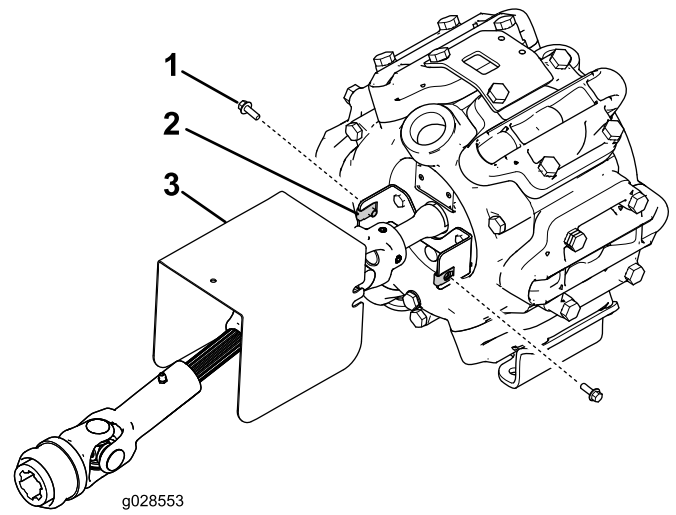

Bild 5
- 7. Montieren Sie das Antriebswellenschutzblech mit zwei Bundbolzen (1/4" x 3/14") und zwei Clips an der Stützhalterung des Schutzblechs (Bild 5).